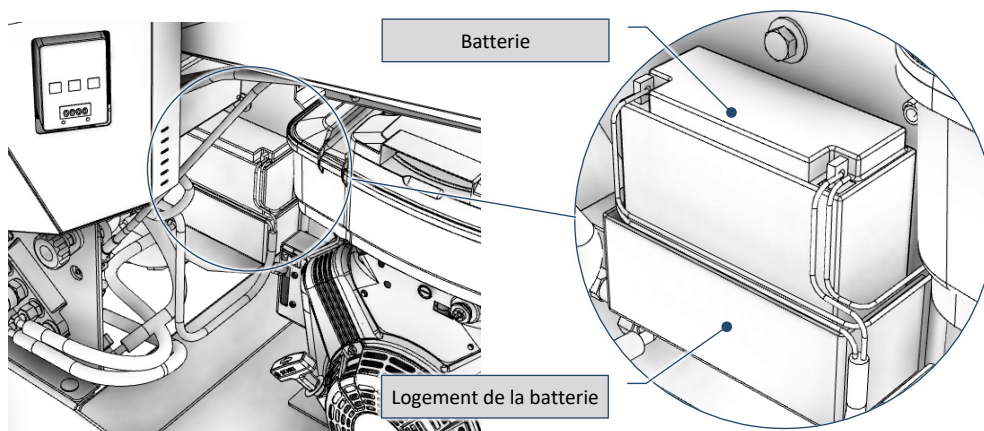

Fig. 9-17 – Logement de la batterie
- Le bon positionnement dans son logement sur la machine (Fig. 9-17);
- 2) Retirez la batterie de son logement prévu à cet effet (Fig. 9-17);